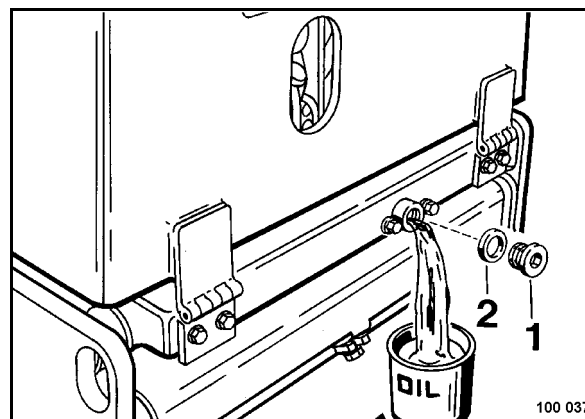

Рис. 60
- Вывинтить резьбовую пробку маслосливного отверстия (1) (Рис. 60) и уловить выходящее отработанное масло.
- Очистить резьбовую пробку маслосливного отверстия и ввинтить, снабдив новым уплотнительным кольцом (2).